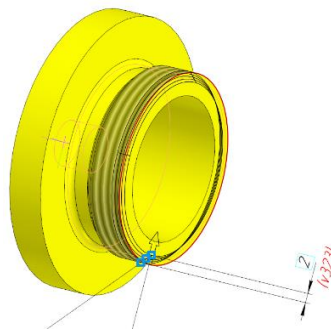

Рис. 11 Команда «Фаска»
- **Твердотельное моделирование – Элементы тела – Фаска.** Параметры команды Фаска: объекты – Ребро. Элемент вращения 1, Ребро.Способ построения – По стороне и углу 2 x 45° (рис. 11).